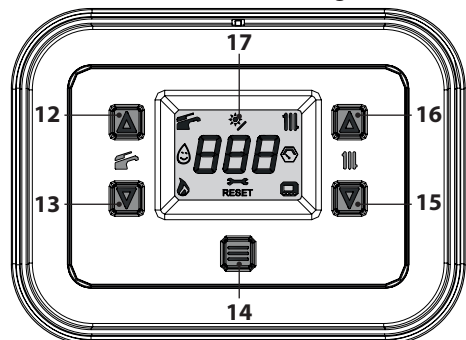
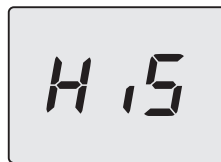

Figura 7.8
Figura 7.9
- Entrare in "modalità programmazione" premendo contemporaneamente per 5 secondi i tasti 13 e 15 (Figura 7.8) fino a far apparire sul display LCD le lettere **HiS** che indicano il menu "Storico delle caldaia" (Figura 7.9).
- Premere il tasto 14 (Figura 7.8) fino a far apparire sul display LCD le lettere **StF** (Start Full) (Figura 7.11).
- tenere premuti contemporaneamente i tasti 13 e 15 per 1 sec. (Figura 7.8) (ritorno al level